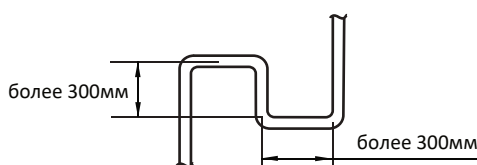

Рис.5.3
3. Если наружный блок выше внутренних и перепад более 20м, то рекомендуется установить маслоподъемные петли через каждые 10 м на главной трубе. Пример петли на рис. 5.3